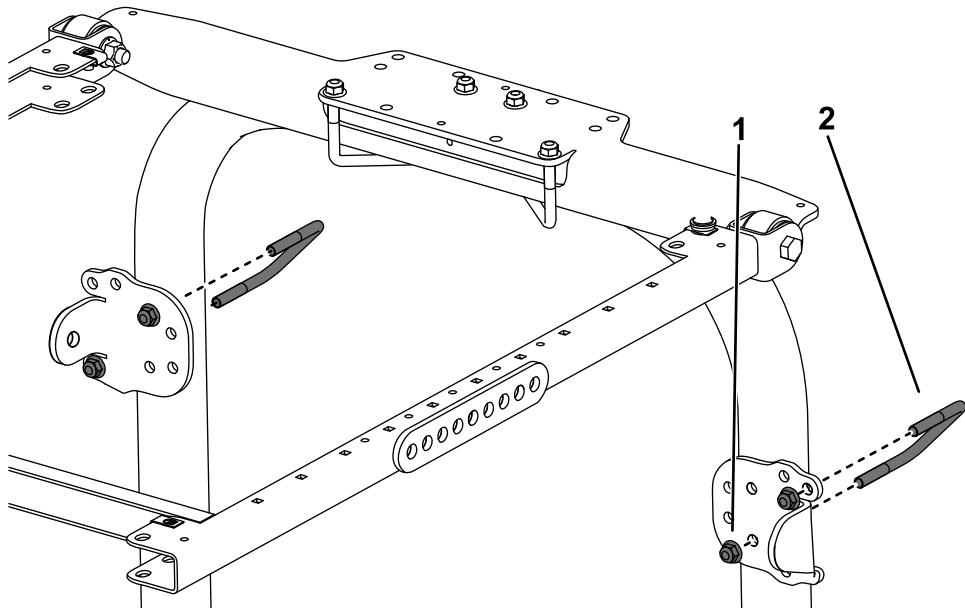

Figura 26
10. Utilizando os furos de montagem mostrados na Figura 26, monte sem apertar completamente cada um dos suportes de cinta às colunas da barra de segurança com uma cavilha em U ($3\frac{1}{2}$ pol. x $2\frac{3}{4}$ pol.) e duas porcas flangeadas.